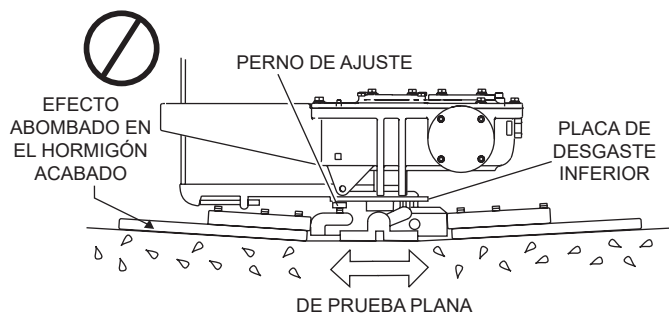

Figura 39. Alineación incorrecta de la placa de la cruceta
2. Incline las hojas hasta ponerlas lo más planas posibles. Los pernos de ajuste apenas deben hacer contacto con la placa de desgaste inferior en la cruceta. Si uno no está haciendo contacto, será necesario hacer el ajuste (Figura 39).
La Figura 39 muestra una alineación incorrecta, bujes de cruceta desgastados o brazos doblados de la alisadora. Compruebe que el perno de ajuste apenas haga contacto (holgura máxima de 0.10") con la placa de desgaste inferior. Todos los pernos de alineación deben estar separados la misma distancia que la placa de desgaste inferior.